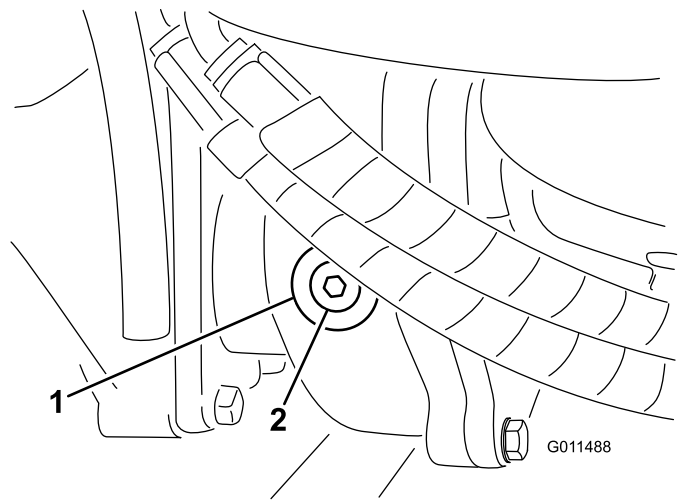

图 74
2. 从齿轮箱的左侧取出检查/注油塞 (图 74) 确保润滑剂向上直至孔的底部。如果润滑剂过少请添加足够的润滑剂直至液位达到孔的底部。